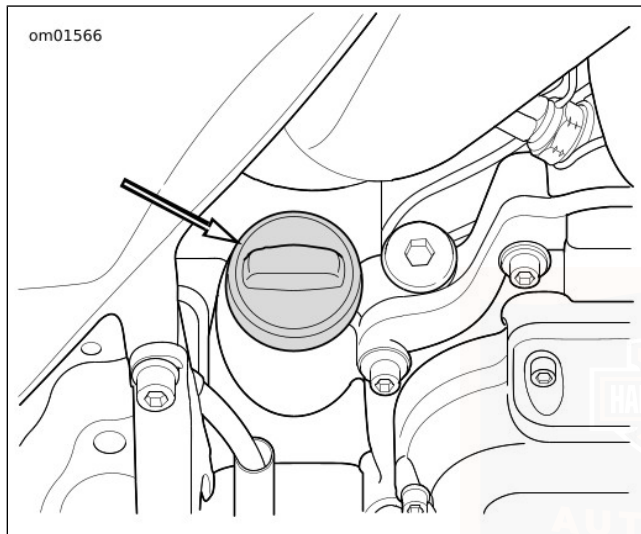

Figura 46. Tapa de llenado de aceite de motor
2. Vea Figura 46. Extraiga el tapón de llenado/varilla medidora y limpie la varilla medidora. Inserte la varilla medidora y apriétela dentro del cuello de llenado.